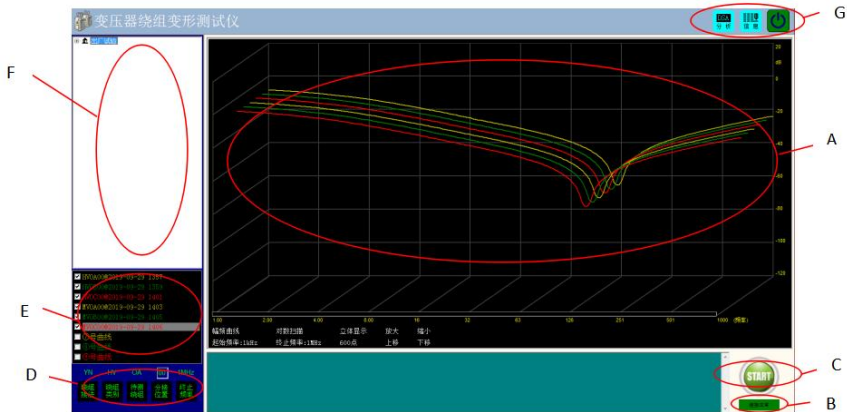

图 9 软件主界面
- 2) 启动过程完成后，进入标题为“变压器绕组变形测试仪”的主程序界面。（点击屏幕左上角的小图标 ，便可切换至桌面。测试过程中请不要点击。）如图 9 所示。